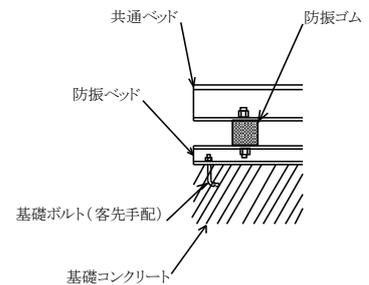
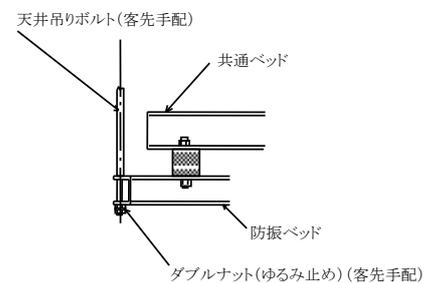

図3 床置型防振材取付部詳細図(例)
図4 天井吊り型防振ゴム取付(例)
- ② 共通ベッド（または防振ベッド）の下にはモルタルを流し、基礎と密着するように施工してください。（図3）
(2) 天井吊型
- ① 天井にあらかじめ埋め込まれた吊りボルトにより、ファンのベッドを水平に、4本の吊りボルト全部に荷重がかかるように取付けてください。
- ② 吊りボルトは十分な強度のもの（ボルト自身および埋め込み状態とも）をご用意ください。
- ③ 据付け後、吊りボルトのナットはダブルナットとし、ゆるみ止めを必ず行ってください。（図4）
(3) ストッパーボルト付の場合（特殊仕様）